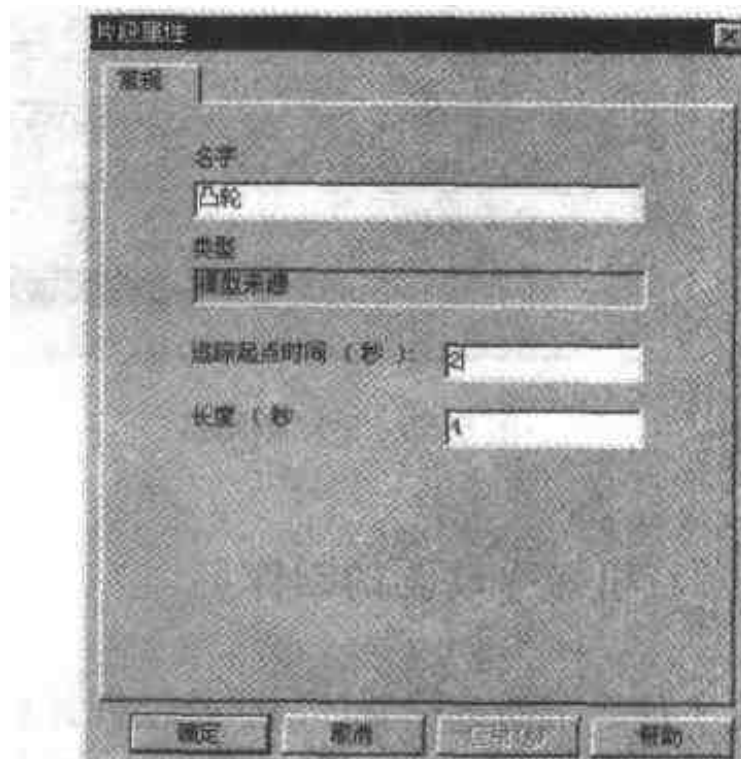

图 5.52 修改属性
- (6) 右击最上方的【凸轮】选项,选择【属性】命令,在打开的对话框中将起始时间改为 2,长度改为 4 秒,结果如图 5.52 所示。